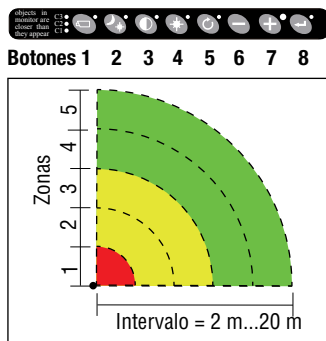

Figura 13
Ajuste el alcance de detección. El alcance se puede establecer entre 20 y 200 decímetros, divididos en 5 segmentos del mismo tamaño (consulte la figura 13). El alcance de detección predeterminado es de 6 m (60).